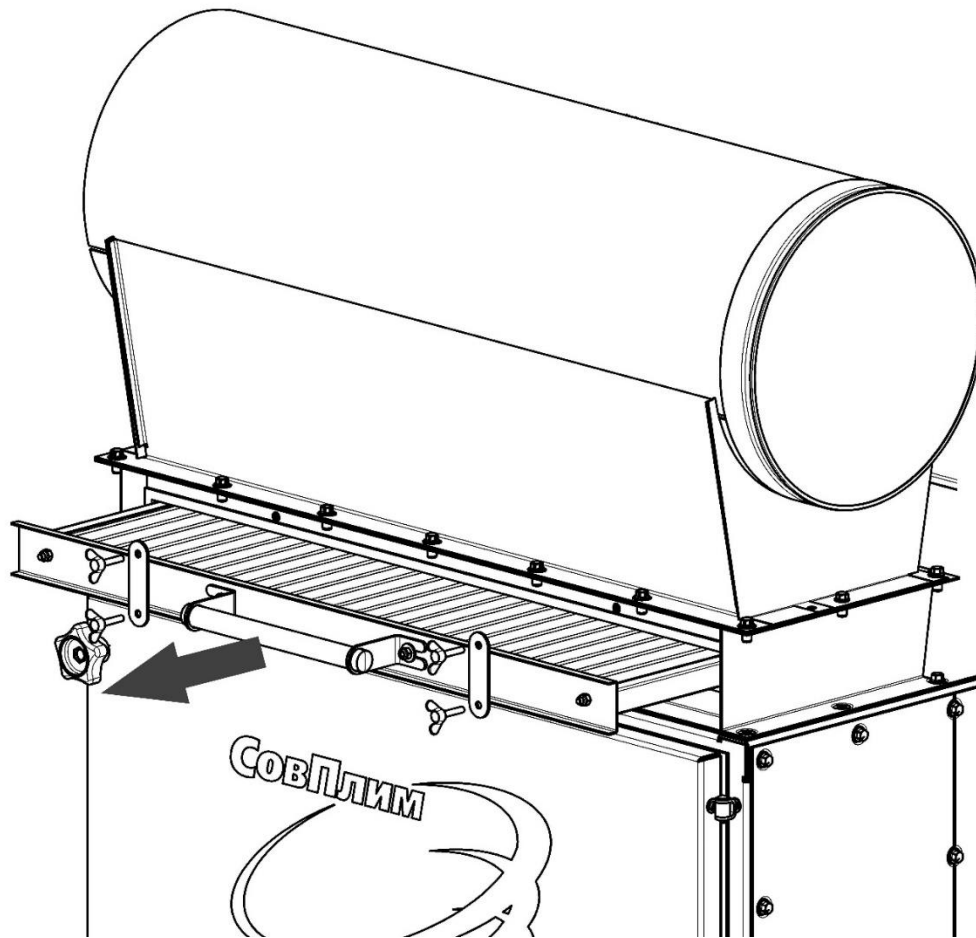

Рисунок 19
- 1) отвинтить винты, крепящие прижимную планку (рисунок 19)